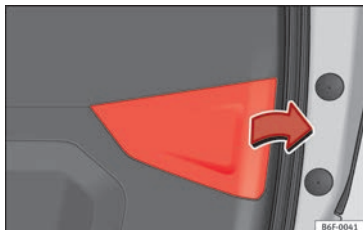

Abb. 117 Gepäckraumklappe geöffnet: Abdeckung abziehen.
3. Nehmen Sie die Abdeckung der Heckklappe in Pfeilrichtung ab » **Abb. 117**.